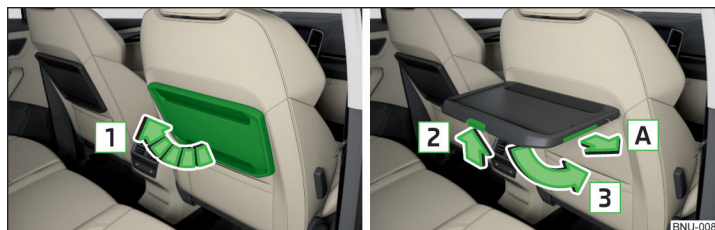

Fig. 121 Ridicarea mesei/coborârea mesei și extragerea suportului pentru pahare
- Pentru **rabaterea în sus**, ridicați masa în sensul săgeții **1** » fig. 121.
Când masa este rabatăată în sus, suportul pentru pahare poate fi **extras** în sensul săgeții **A** » fig. 121.